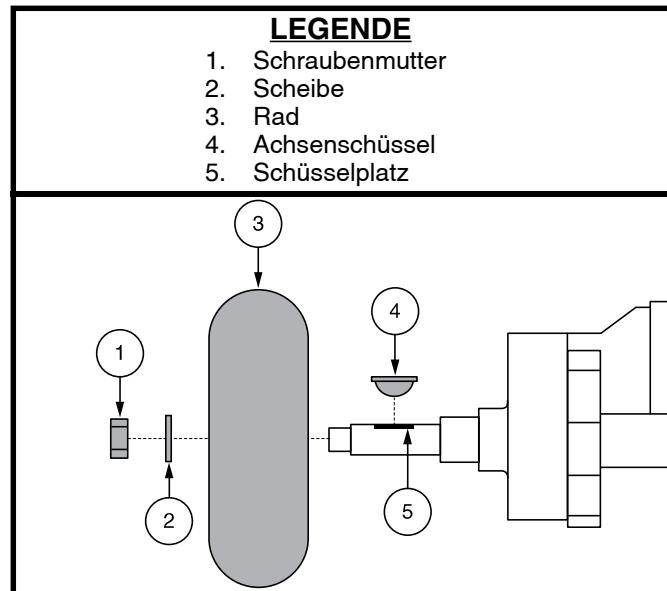

Abb. 35. Reifenradenthebung
1. Schlüssel aus dem Schlüsselschalter entfernen und Justieren Sie den Lenker in eine gerade Position, indem Sie den Lenkersicherungshebel eindrücken und gleichzeitig 90° im Uhrzeigersinn drehen. **Siehe Abb. 35.** Das Vorderrad muß nach vorne gerichtet sein, um den Lenker festzustellen.
3. Entfernen Sie die Schraubenmutter und Unterlegscheibe des Antriebsrades von der Radnabe. Siehe Abb. 35.